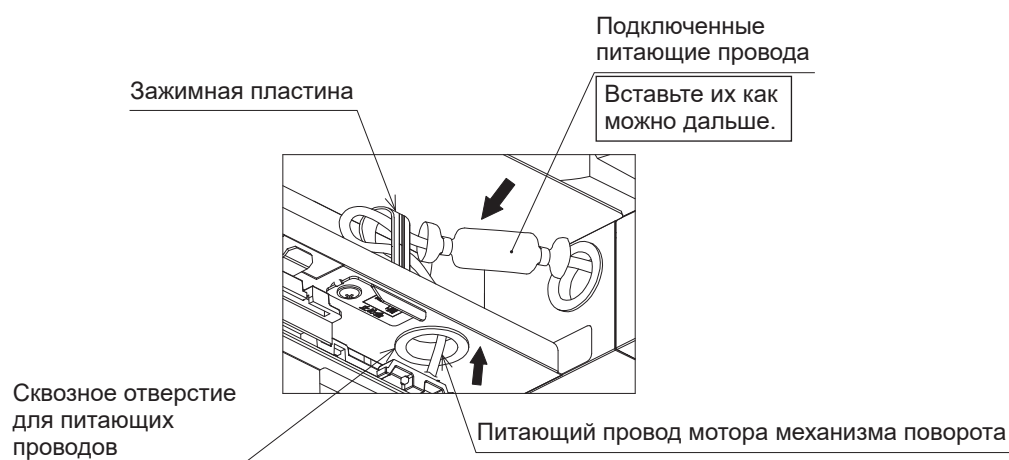

Рисунок 21
6. Пропустив питающие провода мотора механизма поворота через сквозное отверстие для проводов (См. **рисунок 21**.), наденьте на питающий провод мотора стекловолоконную трубку (большого диаметра) (4). Затем подсоедините релейный жгут (большой) (3) к питающему проводу мотора механизма поворота. (См. **рисунок 22**.)
8. Протяните питающие провода мотора механизма поворота в положение, показанное на **рисунке 21**, и закрепите их с помощью зажимной пластины. (См. **рисунок 21**.)